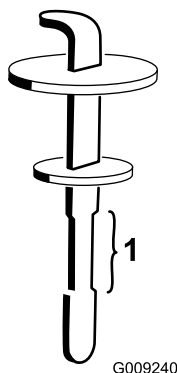

Figura 121
5. Retire a vareta do tubo de enchimento e limpe-a com um pano limpo. Introduza a vareta no tubo de enchimento, retire-a e verifique o nível do fluido (Figura 121).